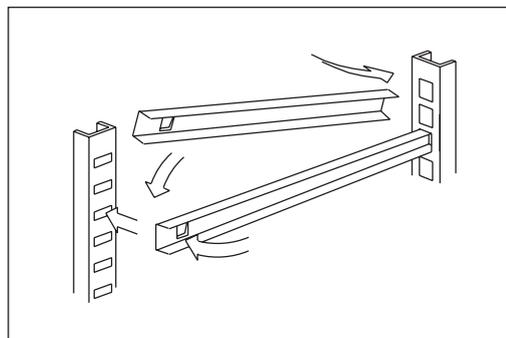

Fig.6
- posizionare le guide porta-cassetti negli appositi fori delle cremagliere (Fig. 6)